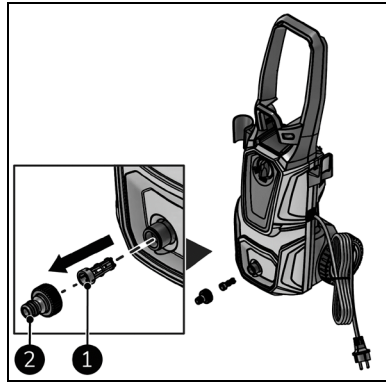

Abbildung 23
3. Schrauben Sie die Gartenschlauchkupplung (Abbildung 23, Pos. 2) ab.
4. Ziehen Sie den Filter (Abbildung 23, Pos. 1) heraus.